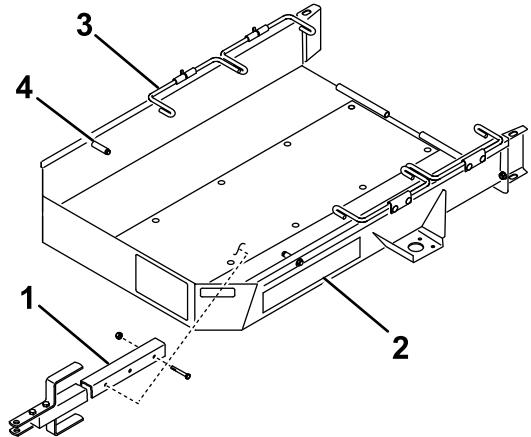

Figura 1
1. Monte la barra de tracción en el soporte de montaje de la cara inferior de la plataforma del remolque con 2 pernos ( $\frac{3}{8}$ " x  $2\frac{3}{4}$ ") y 2 contratuerzas (Figura 1).
4. Mueva el acelerador a la posición más lenta y conduzca la máquina **lentamente** hasta que las ruedas de transporte toquen los topes del remolque (Figura 1).
6. Pivote hacia abajo el primer juego de varillas de sujeción de la rueda, detrás de las ruedas de transporte (Figura 1).